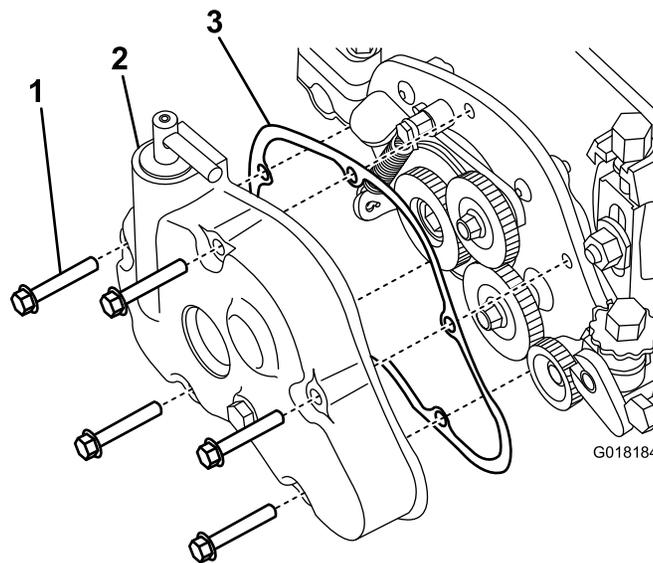

Figura 24
1. Retire a cobertura da caixa de engrenagens da caixa do rastelo, assegurando que a embraiagem da engrenagem do rastelo está engatada para retirar a força da mola da cobertura (Figura 24).